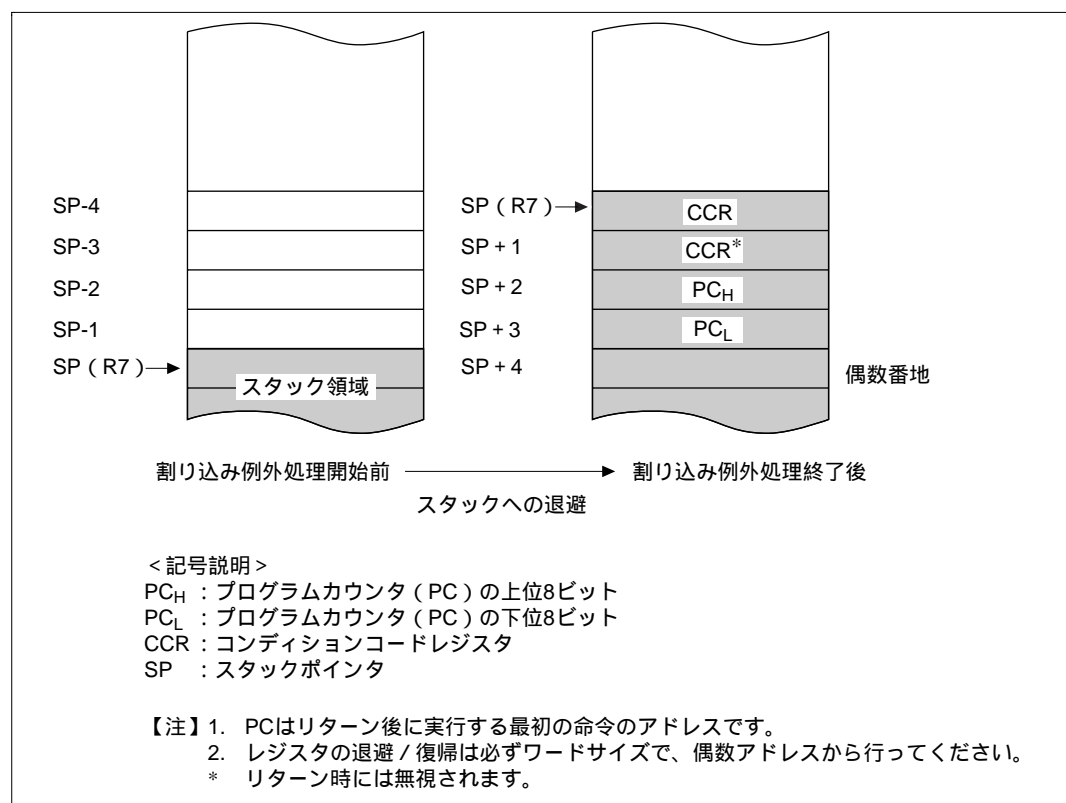

図 4.6 割り込み例外処理終了後のスタック状態
- (1) NMI 割り込みが発生したとき、または対応するイネーブルビットが 1 にセットされている状態で、IRQ 割り込みまたは内蔵周辺モジュールの割り込みが発生したとき、割り込みコントローラに対して割り込み要求が送られます。
- (2) CCR の I ビットを参照し、I ビットが 0 にクリアされている場合は、割り込みは受け付けられます。I ビットが 1 にセットされている場合は、NMI 割り込みのみ受け付けられ、その他の割り込み要求は保留となります。
- (3) 割り込みコントローラは、受け付けた割り込みの内から、優先順位に従って、最高位の割り込み要求を選択し、CPU に対し割り込み要求を行います。その他の割り込みは保留となります。
- (4) 割り込み要求があると、その時実行中の命令または例外処理が終了した後、CPU は割り込み例外処理を起動し、ベクタ番号をラッチします。
- (5) CPU は割り込み例外処理によって、まず PC と CCR がスタック領域に退避されます。このときのスタック状態を図 4.6 に示します。退避される PC は、リターン後に実行する最初の命令のアドレスを示しています。
- (6) 次に CPU は I ビットを 1 にセットします。これにより、NMI を除く割り込みはマスクされます。
- (7) (4) でラッチしたベクタ番号に対応するベクタアドレスを生成し、そのベクタアドレスから取り出した内容が示すアドレスに分岐します。分岐したアドレスから割り込み処理ルーチンの実行を開始します。